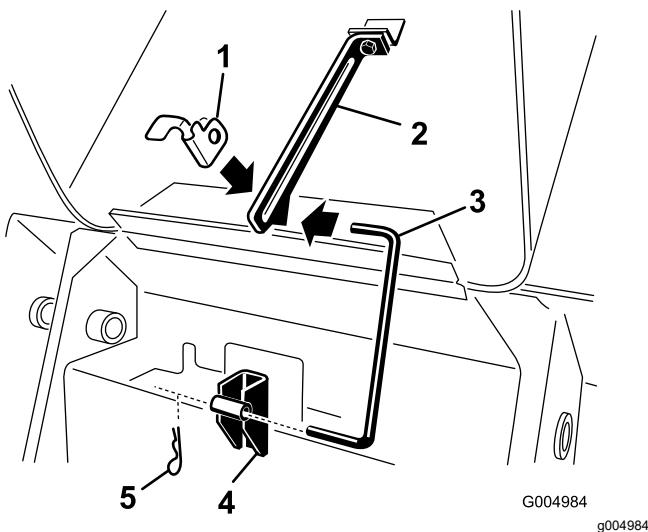

Рисунок 41
- Вытащите шпильку из нижнего конца подпорной штанги капота, и освободите подпорную штангу от упорных кронштейнов и лапки подпорной штанги (Рисунок 41).
8. Вставьте подпорную штангу в упорные кронштейны и лапку подпорной штанги и закрепите игольчатым шплинтом (Рисунок 41).